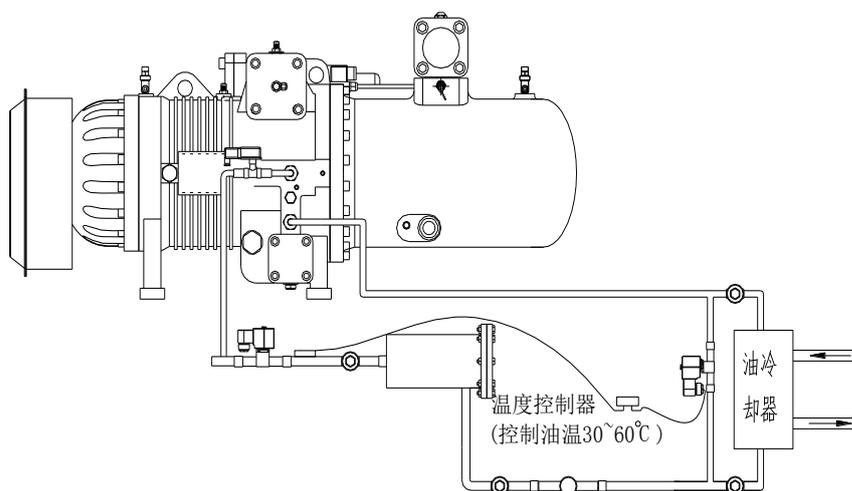

图 17 LB-100~280 单机外接油冷油路配管图
- 1) 建议油冷却器安装在压缩机附近。且油冷却器位置低于压缩机和油分离器的油位位置，防止压缩机停机时润滑油倒流回压缩机或油分，造成开机液压缩和油分中油位过高导致溢流的状态。(图 17)
- 2) 为保证回油温度在规定范围内，可在油冷却器进出管路间短接一个带电磁阀控制的油路，压缩机运行时若油温过低，打开旁通电磁阀使油温迅速加热，同时还可以有效调节不同工况下油冷却器的负荷。(图 17、18)